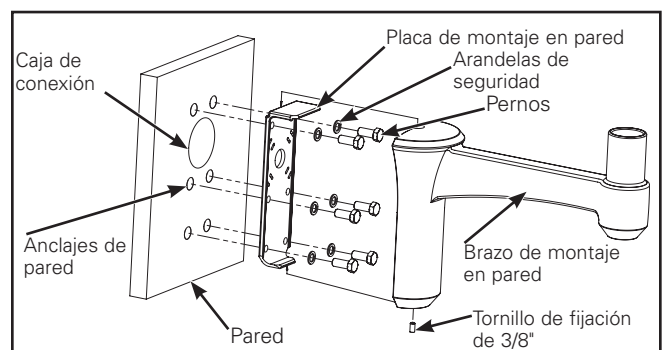

Figura 4.
1. Usar una placa de montaje en pared como plantilla y taladrar (6) orificios. (Figura 4.) Instale los anclajes de pared apropiados (no suministrados) Masilla de silicona alrededor de la caja de conexiones y los anclajes de pared. Asegure la placa de montaje de pared a la pared con (6) pernos de 1/2-13 x 1-1/2 de largo y seis (6) arandelas de seguridad. Apriete los pernos a un mínimo de 37 pies-lbs. para asegurar el accesorio; consulte la nota a continuación.